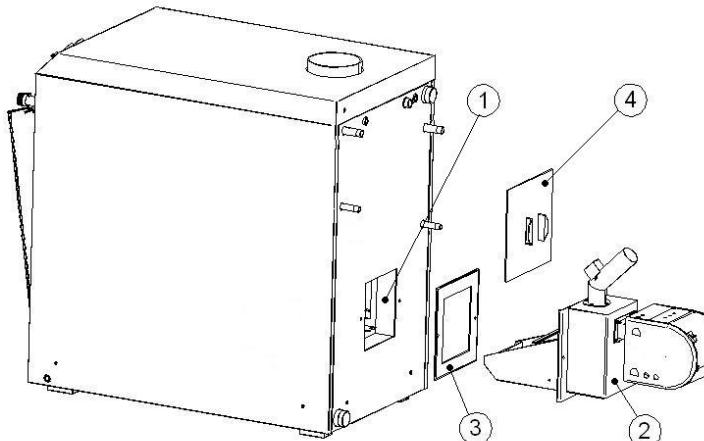

fig.13.
1. funcționare automată pe peleți, prin montarea arzătorului pe peleți (2) în ușă (orificiul) (1) de pe spatele cazanului utilizând garnitura de etanșare (3), fig.13.. Se va fixa în suruburi M10, avînd grijă ca arzătorul să fie bine montat. Contactul dintre arzător și cazan trebuie să fie etanș, pentru a preveni scurgeri de gaze în camera centralei.
2. funcționare pe lemn și/sau deșeuri lemnoase cu alimentare manuală. Dacă această funcționare este pe o perioadă mai îndelungată, este indicat ca în acest caz să se demonteze arzătorul pe peleți, iar ușa (1) (orificiul) de pe spatele cazanului să se optureze cu placa metalică (4) fig.13. aflată în dotarea cazanului.